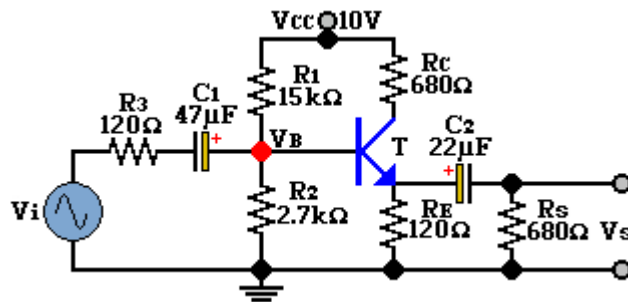
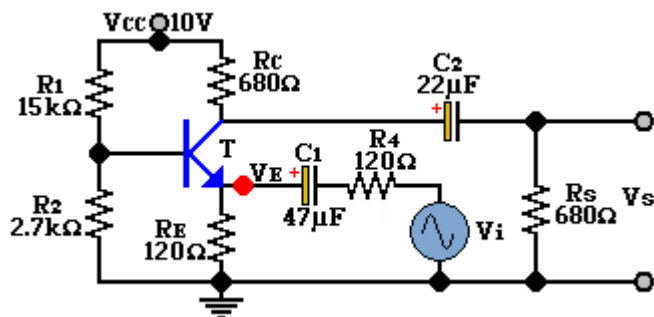

Figura 9.1.
Figura 9.2.
Como se podrá observar en la figura 9.1 circuito colector común y la figura 9.2 circuito base común. No existe el capacitor de desvío, esto, aunado al hecho de que en ambos circuitos tienen características de CD similares al circuito emisor común visto con anterioridad. Existiendo cambios en ambos circuitos al aplicar el análisis de CA, así como en su modelo híbrido  $\pi$ .
- Arme el circuito de la figura 9.1. Con  $V_i$  apagado, mida y anote los valores que se piden en la tabla 9.1.
- Arme el circuito de la figura 9.2. Con  $V_i$  apagado, mida y anote los valores que se piden en la tabla 9.2.